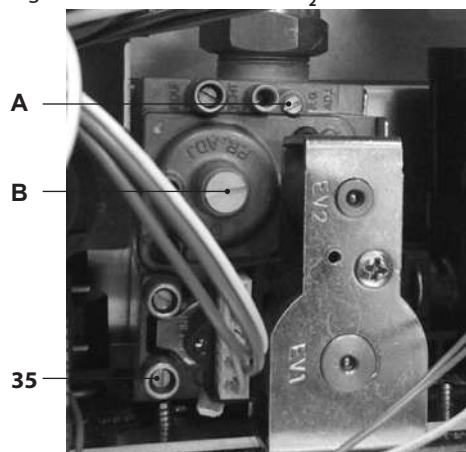

Figura 7.5
- A caldaia spenta (fuori servizio), controllare la pressione di alimentazione utilizzando la presa 35 in Figura 7.5 e confrontare il valore letto con quelli riportati nella tabella Pressioni di alimentazione gas nella sezione "Dati tecnici" pag. 34.
- Richiudere bene la presa di pressione 35 in Figura 7.5.
- Per tarare il **CO₂** della caldaia (pressione del gas al bruciatore) svitare completamente il tappo in ottone di protezione B e agire sulla vite a brugola ø 4 mm sottostante Figura 7.5, girando in senso orario il **CO₂** aumenta.
- Se i due dati non coincidono agire sulla vite regolazione massimo RQ (A in Figura 7.5) della valvola gas e tarare il **CO₂** allo stesso valore riportato nella sezione "Dati tecnici" in tabella "Dati in sanitario" pag. 30 (modelli M260.1616 SV/T), pag. 34 (modelli M260.2025 SV/T) e pag. 38 (modelli M260.3035 SV/T). Girando in senso orario il **CO₂** diminuisce.